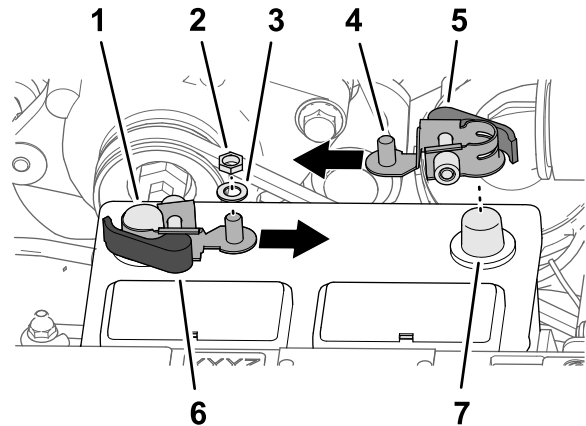

Figura 207
1. Retire las tuercas hexagonales y las arandelas de las abrazaderas de desconexión rápida con palancas roja y negra (Figura 207).
3. Monte la abrazadera de desconexión rápida en el borne negativo de la batería, con el espárrago roscado de la abrazadera orientado hacia el centro de la batería, según se muestra en Figura 207.